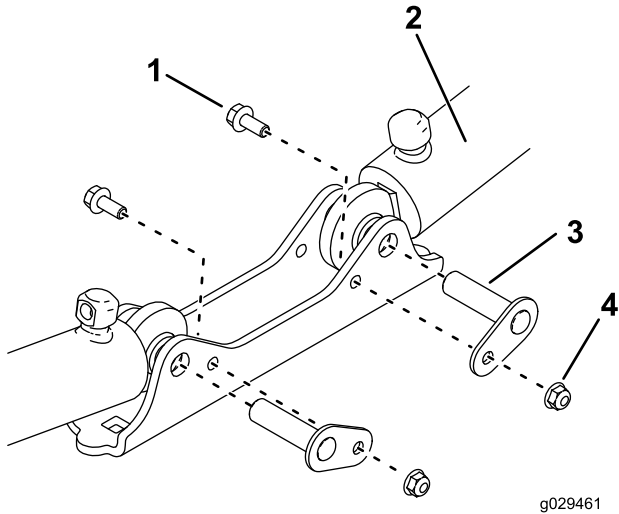

Figura 6
3. Retire los cilindros hidráulicos de la placa de montaje de los cilindros (Figura 6).